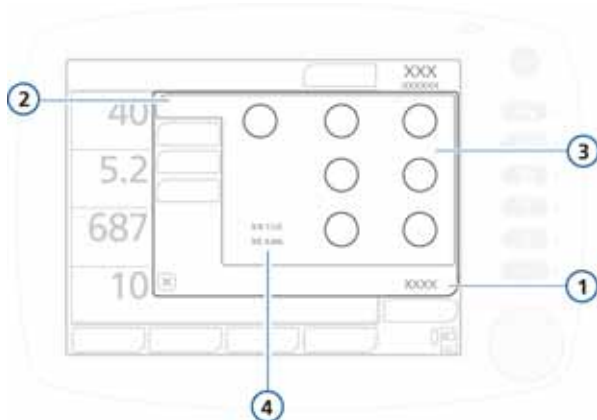

Рисунок 4-5. Настройки на вкладке «Базовый», окно «Управление»
- Кроме контролируемых параметров, в окне «Базовый» отображаются временные характеристики дыхательного цикла, определяемые на основе контролируемых временных параметров (см. рис. 4-5).
1. Откройте окно «Управление» -> «Базовый» (рис. 4-5).
После перехода в другой режим автоматически открывается окно «**Базовый**», в котором отображаются название нового режима и настройки параметров (рис. 4-5). Просмотрите и подтвердите предлагаемые параметры. Без подтверждения переход в другой режим не будет выполнен.